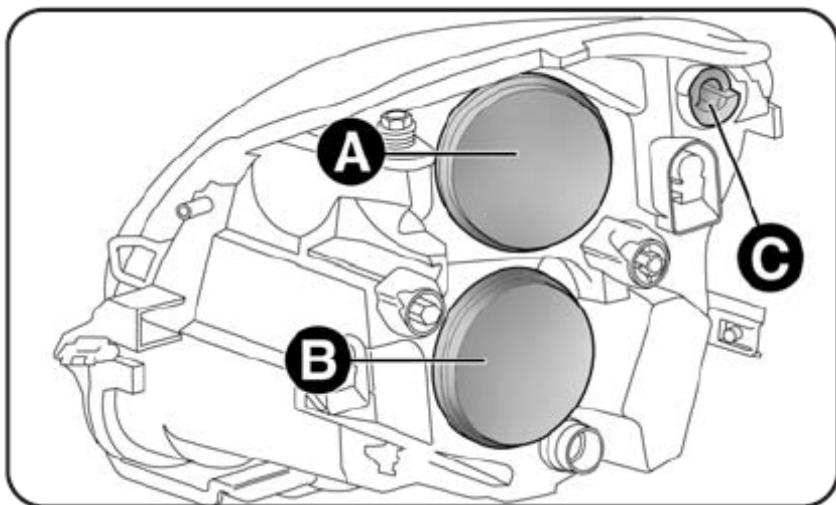

Рис. 22
ПЕРЕДНИЕ БЛОК - ФАРЫ рис. 22
- Извлечь защитные заглушки **А** – рис. 22;
- Установите затем, на место защитные заглушки **А** – рис. 22.
- Извлечь защитные заглушки **В** – рис. 22;
- Установите затем, на место защитные заглушки **В** – рис. 22.